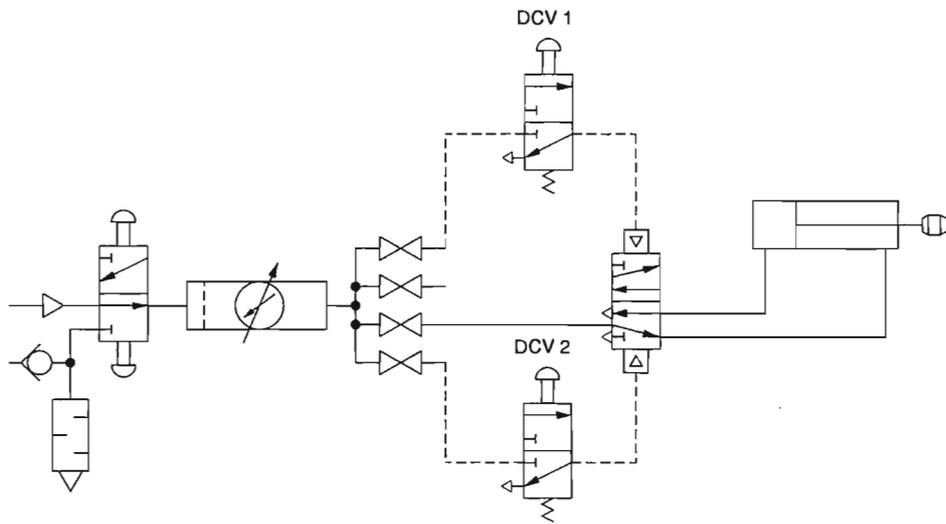

Figura 4-4. Diagrama esquemático de un circuito accionado por piloto.
- 2. Retraiga el vástago del pistón del cilindro de doble acción y conecte el circuito mostrado en la Figura 4-4.
- 3. Del diagrama esquemático mostrado en la Figura 4-4, pronostique si es la válvula DCV1 o la DCV2 la que controla la extensión y/o retracción del vástago del pistón.
- 5. Presione el botón de la válvula de control direccional DCV2 para ajustar el carrete de la válvula accionada por piloto, como se ilustra en la Figura 4-4. El vástago del pistón debe estar retraído.